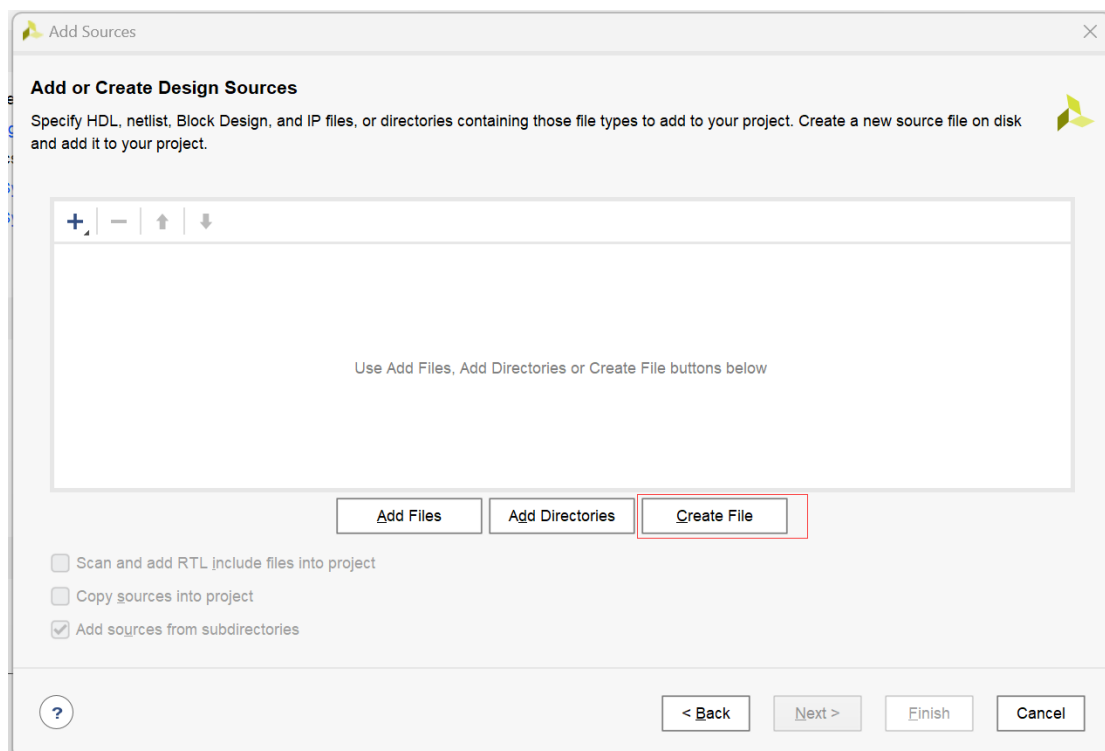
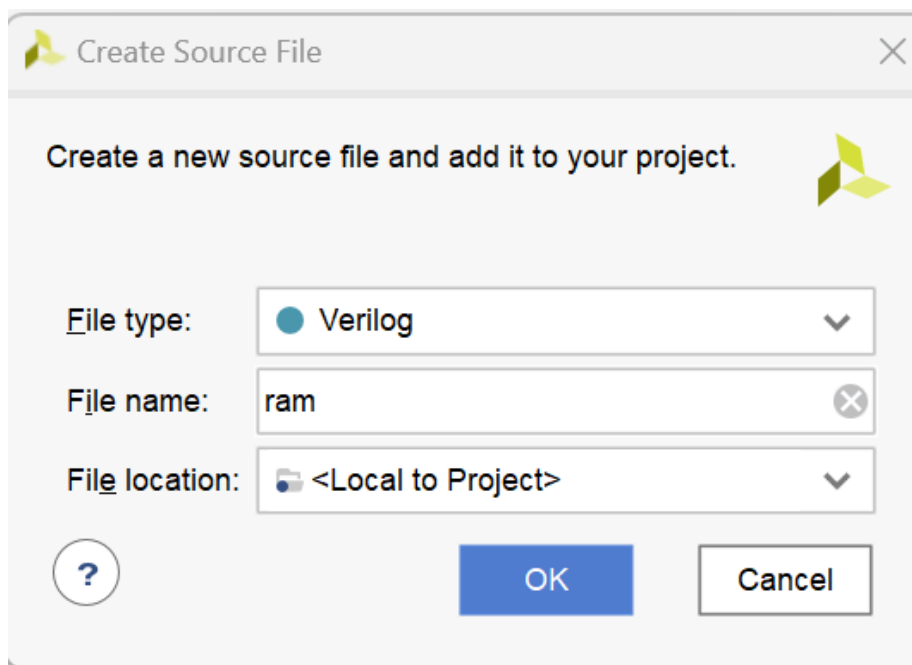

图 4.4.13 Create file
图 4.4.14 Create ram source file
(2) 选择“Create File”（图 4.4.13），file name 命名为“ram”并选择“OK”（图 4.4.14）。然后选择 Finish，创建文件结束。